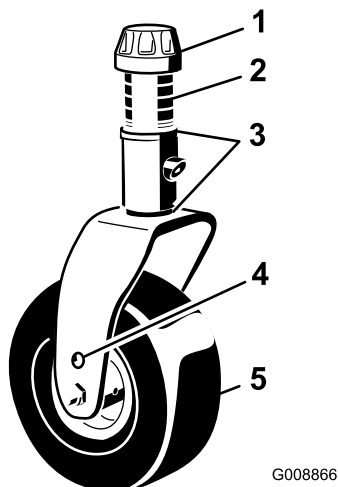
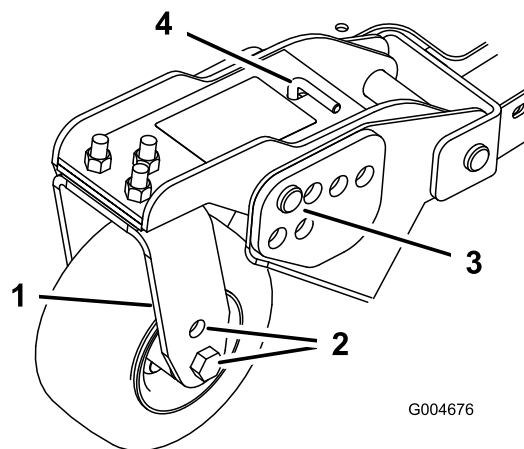
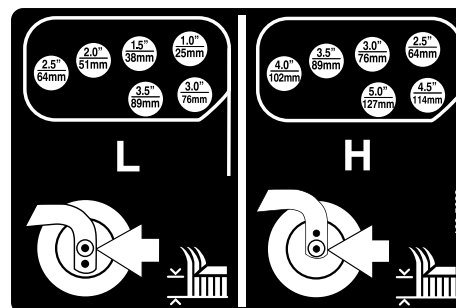

Bild 22
Bild 24
Bild 25
- Stecken Sie die Laufradachsen in allen Laufradgabeln in die gleichen Löcher (Bild 22 und Bild 24).
- Entfernen Sie die Spannkappe von der Spindelwelle und ziehen die Spindel aus dem Laufradarm heraus (**Bild 22**).
- Entfernen Sie den Splint und die Lastösenbolzen von den Laufradgelenkarmen (**Bild 24**).
- Drehen Sie die Spannstanze, um den Gelenkarm anzuheben oder abzusenken, bis die Löcher mit den ausgewählten Löchern in der Schnitthöhenhalterung im Mähwerkrahmen ausgerichtet sind (**Bild 24** und **Bild 25**).